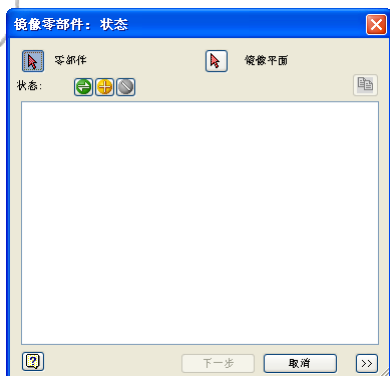
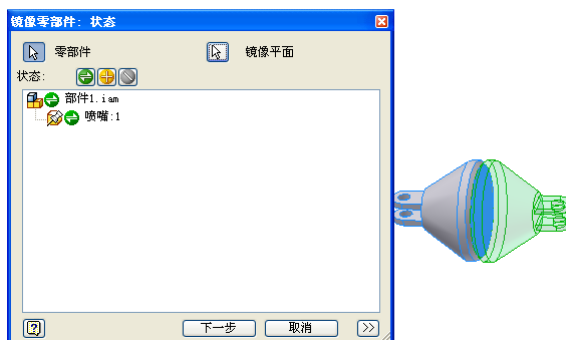

图 4-4 “镜像零部件”对话框
图 4-5 引用和源零部件关于镜像平面对称
(1) 单击【装配】标签栏【阵列】面板中的【镜像】按钮，则打开【镜像零部件】对话框如图 4-4 所示。
(2) 选择镜像平面，可以将工作平面或零件上的已有平面指定为镜像平面；
(3) 选择需要进行镜像的零部件，选择后在白色窗口中会显示已经选择的零部件。该窗口中零部件标志的前面会有各种标志，如、等，单击这些标志则改变，如单击则变成，再次单击变成等。这些符号表示了如何创建所选零部件的引用。
- 表示在新部件文件中创建镜像的引用，引用和源零部件关于镜像平面对称，如图 4-5 所示。